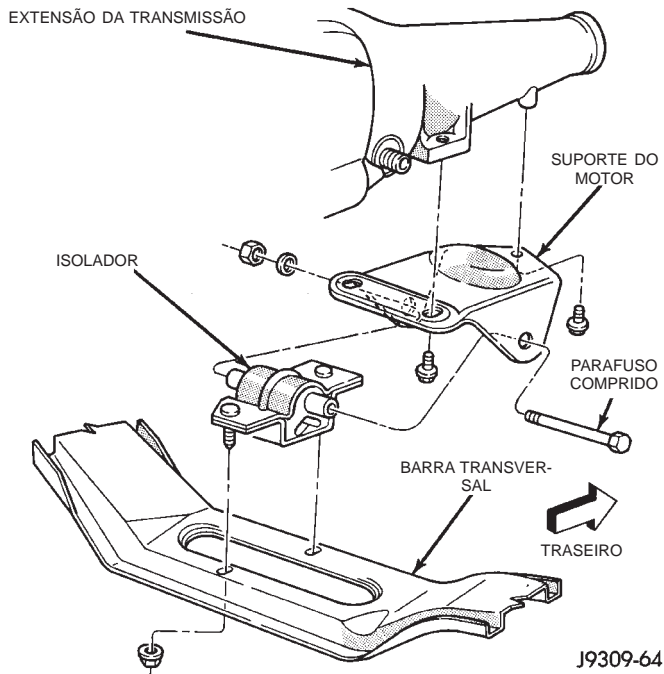

Fig. 19 Transmissão Automática do Isolador Traseiro — 2WD
- Remova o suporte do motor — parafuso comprido do isolador (Fig. 19).
- Remova as porcas do parafuso que prendem o isolador à barra transversal (Fig. 19). Remova o isolador.
(1) Se o suporte do motor (Transmissões Automáticas) tiver sido removido, posicione o suporte na extensão da transmissão (Fig. 19). Aperte os parafusos com um torque de 68 N·m (50 pés-lb.).